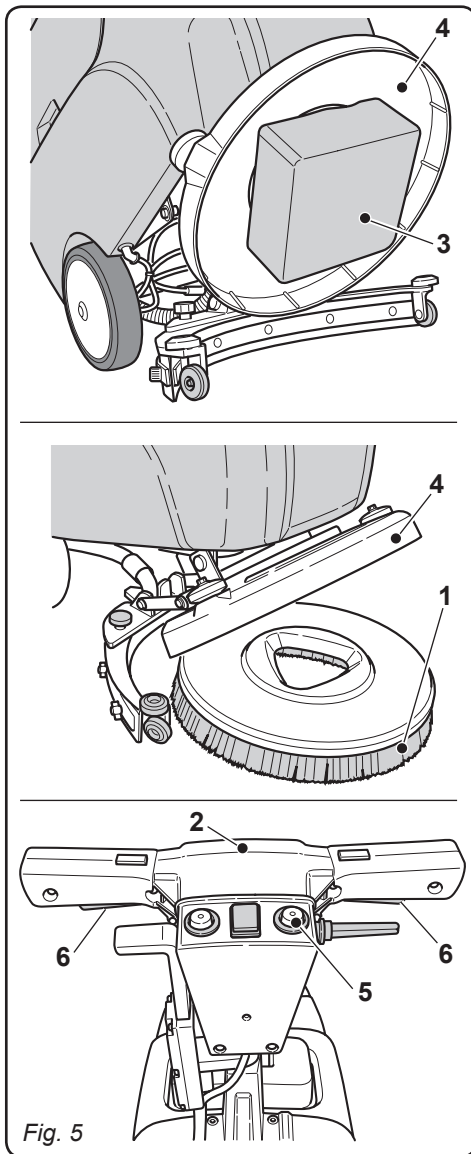

Fig. 5
3.1.d - Montaje del cepillo (Fig. 5)
- Colocar el cepillo (1) en el suelo.
- Levantar por delante la máquina ejerciendo palanca sobre el manillar (2) quitando el apoyo de poliestireno (3).
- Colocar la brida (4) sobre el cepillo(1).
- Pulsar el botón (5) sobre "I", luego pulsar las palancas (6) apretando la rotación del cepillo hasta sentir el "CLIC" de enganche, después liberar las palancas (6) y pulsar el botón (5) sobre "0".